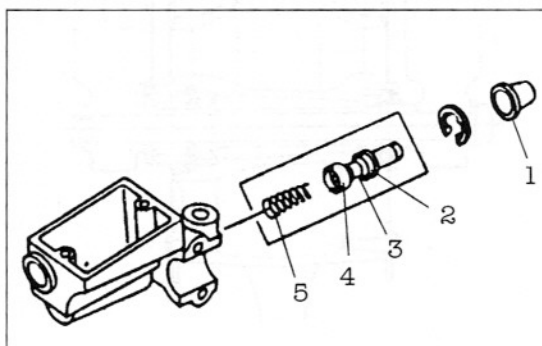

Bild 276
- Staubkappe ① Bild 276 mit zarter Spitzzange «herauspopeln» und Seegerring mit entsprechender Zange entfernen. Dabei Kolben gegen Feder eindrücken.